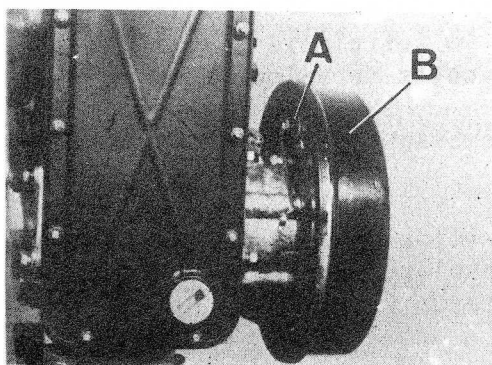
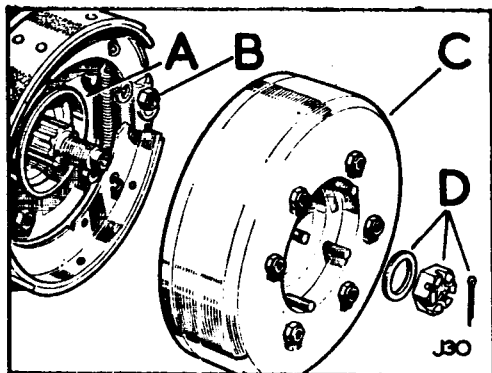
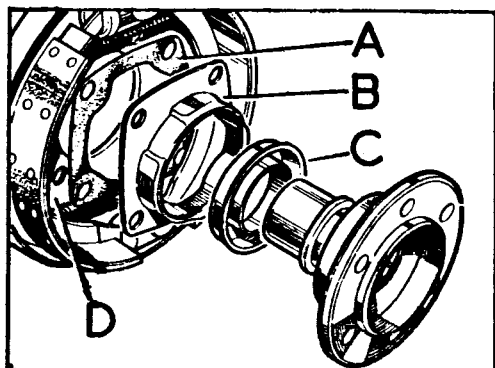

Fig. C1-19 Desmontaje del tambor de freno
Fig. C1-20 Brida de salida y tambor de freno
Fig. C1-21 Retén de aceite para el freno a la transmisión
- 1.2. Apretar el tornillo de regulación, A (Fig. C1-19) hasta bloquear el giro del tambor, B.
Desmontar los elementos de fijación, D (Fig. C1-20) de la brida y tambor, C, y retirar éstos, habiendo previamente aflojado el tornillo, A (Fig. C1-19) de aproximar zapatas.
- 1.4. Desmontar las tuercas de fijación, B (Fig. C1-20) y retirar la placa de anclaje, D (Fig. C1-21) en unión del deflector de aceite, B.
NOTA: El deflector de aceite, B (Fig. C1-21) y la junta, A, evita que fugas de aceite de la caja del velocímetro, pudieran llegar hasta el freno a la transmisión.
- 2.1. Extender una capa de Hermetical 600 en ambos costados de la junta, A (Fig. C1-21) y continuar el montaje en orden inverso, dando una tensión de 2,5 mkg a las tuercas, B (Fig. C1-20) y 11,75 mkg a la tuerca, D.